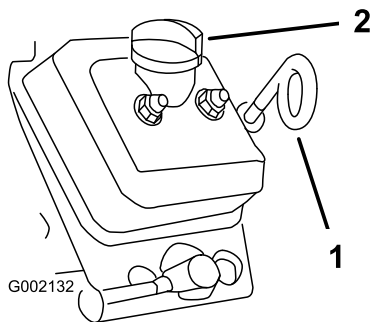

図 20
3. ディップスティックや給油口からごみが入ってエンジンを傷つけないように、ディップスティックと補給キャップ **図 20** の周囲をウェスできれいに拭く。
4. ディップスティック **図 20** を回して抜き取り、付いているオイルをウェスで拭きとる。
5. ディップスティックを根元まで完全に差し込む **図 20**。
8. キャップを取り付ける **図 20** を参照。
9. ディップスティックを取り付ける。奥まで完全に差し込むこと **図 20**。